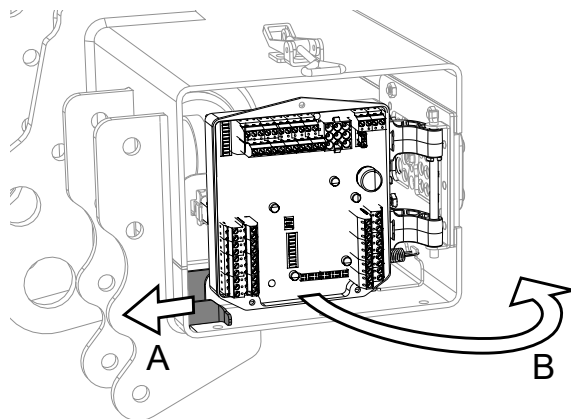
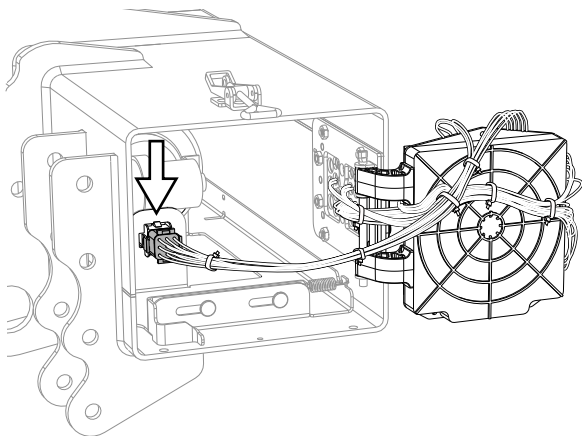

Figure 18. Commande de dégagement
Figure 19. Connecteur
3. Déplier la carte électronique / carte relais (B) et desserrer le faisceau de câblage du connecteur du groupe hydraulique, voir Figure 18 et Figure 19.